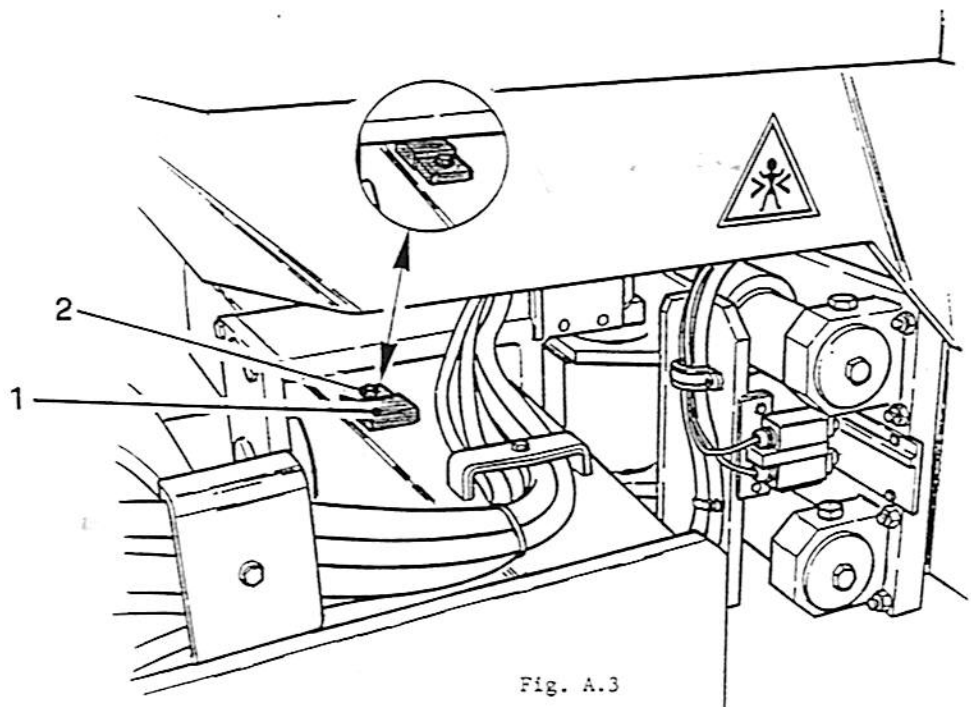

Fig. A.3
## C3) Rifornimenti : (rif. Fig. A.3)
Applicazione cunei (Fig. A.3): allentare la vite (2) e ruotare il cuneo (1) di 180 g